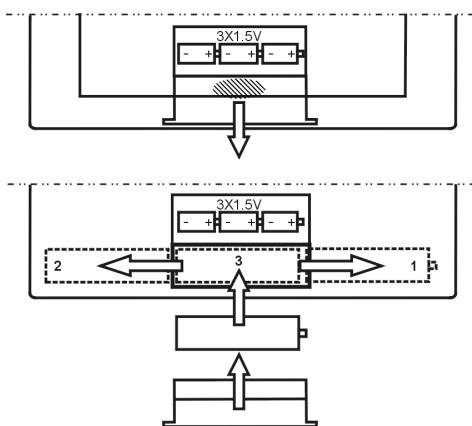

Рис. 3. Установка элементов питания в прибор
5.1.3. При работе от элементов питания, установите их в прибор, предварительно сняв крышку батарейного отсека (рисунок 3).